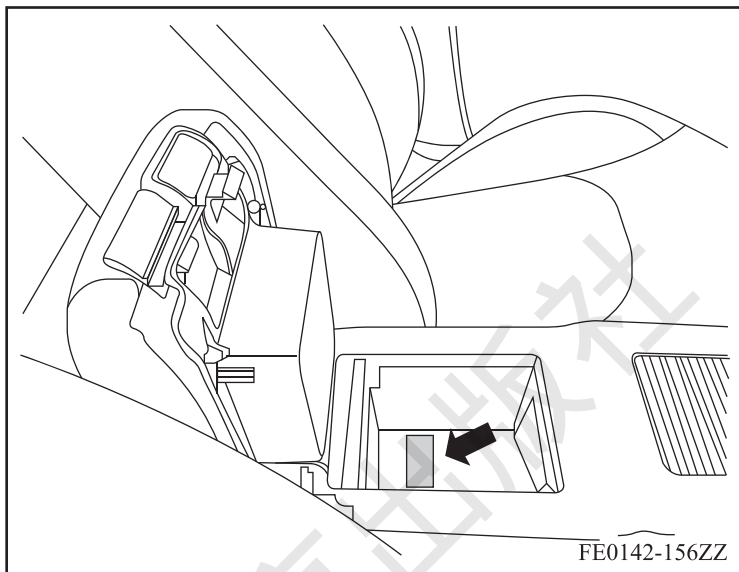
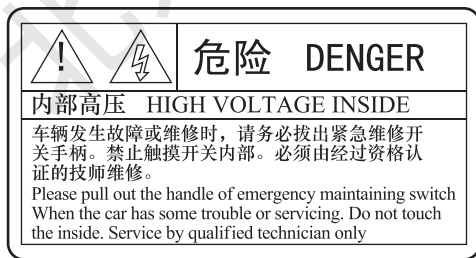

图 1-2-4 吉利 EV300 手动维修开关标贴位置
图 1-2-5 吉利 EV300 手动维修开关标贴
(1) 将点火开关置于 OFF 位置，断开低压蓄电池的负极，并用绝缘胶带包好负极。
(2) 拔出手动维修开关 MSD 后等待 5 min。吉利 EV300 手动维修开关位于副仪表扶手箱内，如图 1-2-4 所示。标贴内容如图 1-2-5 所示。应严格遵守标贴上的规定，保证安全。